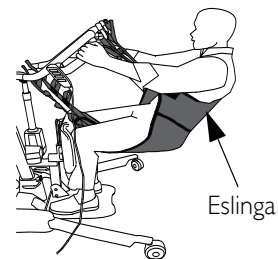

FIGURA 4.2 Elevación del paciente
NOTA: Para este procedimiento, consulte la FIGURA 4.2 en la página 79.
1. Indique al paciente que sujete los asideros de los dos lados de la grúa (Detalle "A" de FIGURA 4.2).
- 4. Si va a trasladar a un paciente desde una silla de ruedas, active los frenos de las ruedas de la silla (Detalle "B" de FIGURA 4.2).
- 5. Pulse el botón de flecha ASCENDENTE en el mando para levantar al paciente sobre la superficie (cama, silla de ruedas o silla inodora). La grúa es capaz de soportar completamente el peso del paciente (Detalle "C" de FIGURA 4.2).